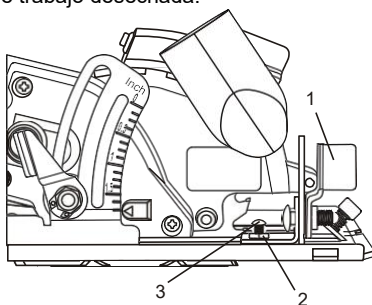

Fig. 4
1. Afloje la palanca de bloqueo de bisel (1) y gire la placa de suela hacia la marca de 0° tanto como sea posible; apriete la palanca de bloqueo del ángulo de bisel (Fig. 4).
3. Si el corte de prueba no es de 90 °, gire la tuerca de bloqueo de ajuste de cero (2) en sentido antihorario aproximadamente ¼ de vuelta con una llave de 7 mm.
4. Use un destornillador #2 para girar hacia adentro o hacia afuera el tornillo de ajuste de bisel cero (3) hasta que la sierra esté cortando a 90 ° cuando la placa base está en contacto con el tornillo de ajuste.